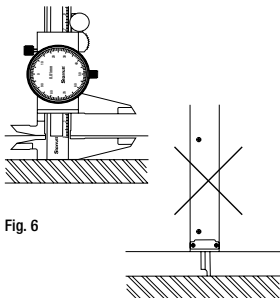

Fig. 6
- **Medición de una Leva:** Abra las mordazas ligeramente más grandes que el ancho de la leva y coloque la cara de trazado contra la parte inferior de la leva. Mueva la cara de referencia de trazado (11) a la superficie de la pieza (Fig. 6).